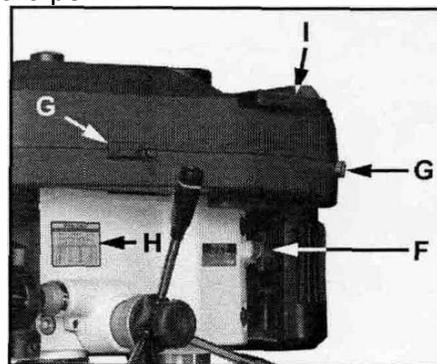

Рис. 10
Сдвиньте два замка крышки (G, Рис.10), сдвиньте заслонку (I).
Сдвиньте два замка крышки (G, Рис.10) и заслонку (I).